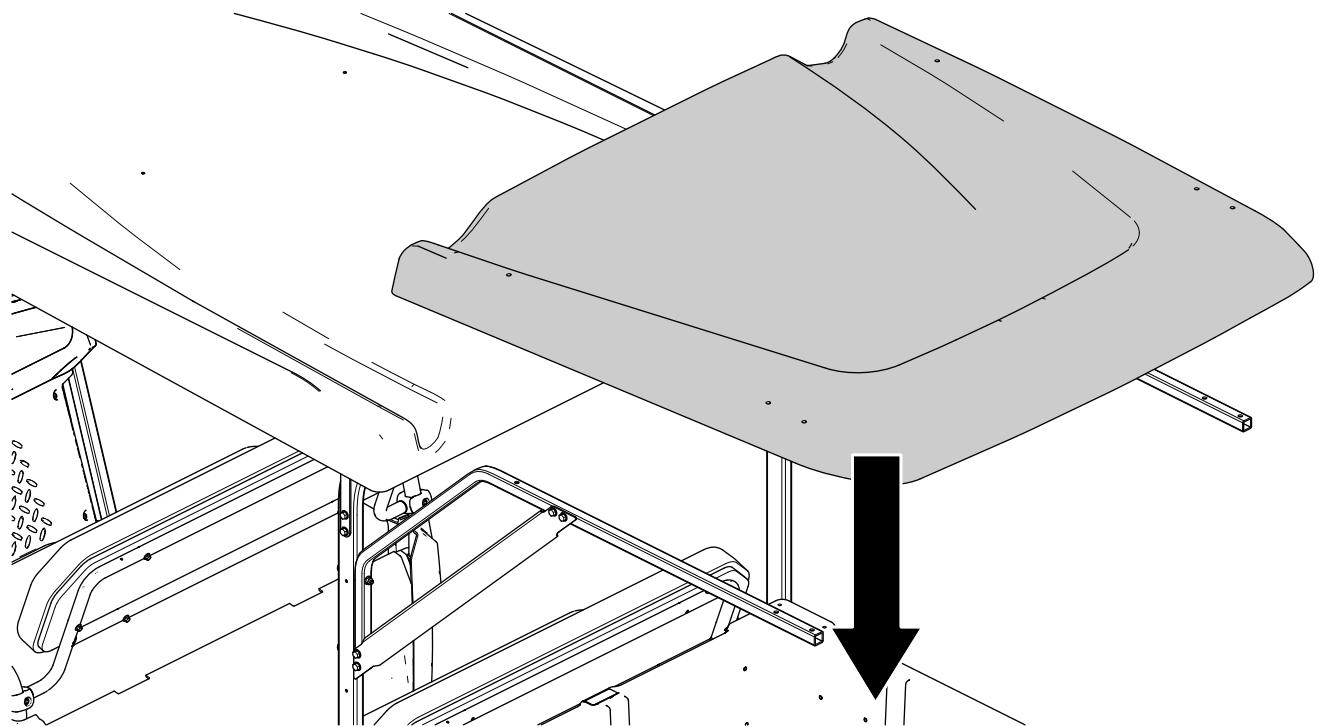

図 4
1. 先ほど取り付けた後チューブマウントの上部に、日よけエクステンションをセットする図4。